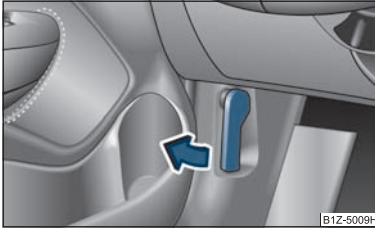

Abb. 161 Entriegelungshebel Motorraumklappe
- Ziehen Sie am Entriegelungshebel unterhalb der Schalttafel auf der Fahrerseite ⇒ Abb. 161.
- Entriegeln Sie die Motorraumklappe ⇒ Abb. 161.